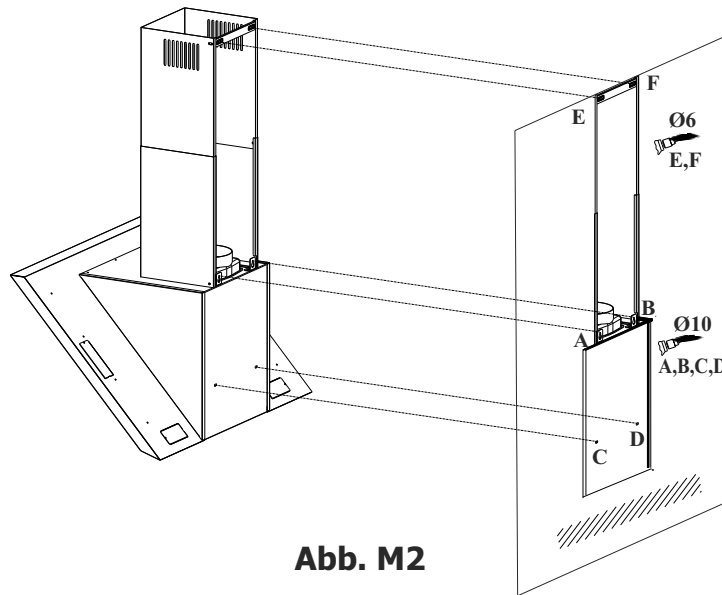

Abb. M2
3. Montage des Schachtes (Abb. M2 + M3)
Die Höhe für die Wand-Befestigungslöcher ausmessen und anhand der Montageschablone die Befestigungslöcher A, B, C und D auf die Wand übertragen (Abb.M2). Dort die Löcher für die beiliegenden Dübel bohren, Dübel einsetzen und die beiliegenden Schrauben A + B zu $\frac{3}{4}$ in die Wand eindrehen.